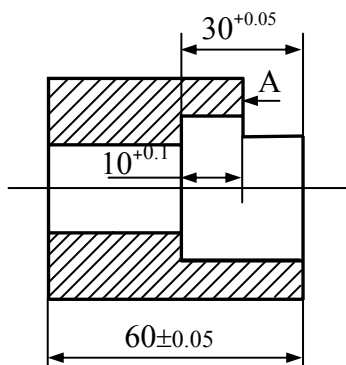

图 20-6
6. 如图 20-6 所示套筒零件，加工表面 A 时要求保证尺寸 $10^{+0.10} \text{ mm}$ ，若在铣床上采用静调整法加工时以左端面定位，试计算此工序的工序尺寸。